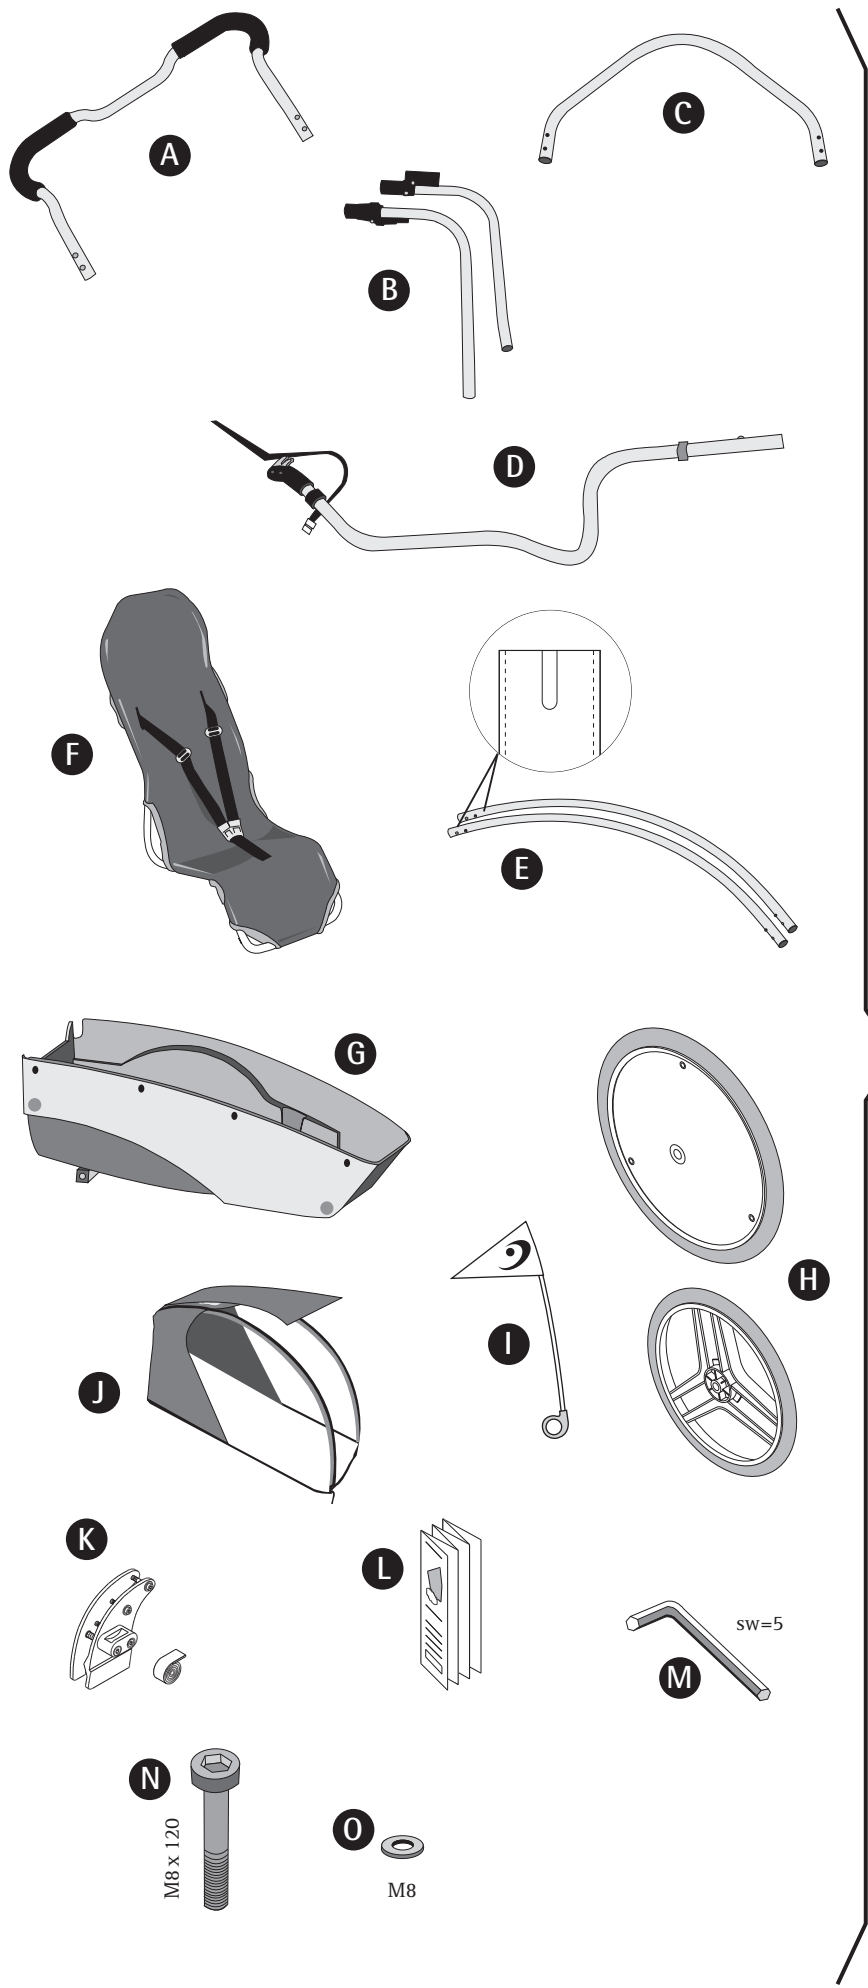

Abb. 1
## Lieferumfang (Abb. 1)
- 1 Bereiten Sie das Dach (J) wie abgebildet vor und öffnen Sie die Reissverschlüsse. Nehmen Sie danach die Dachbögen (E) und führen in die auf der Innenseite dafür vorgesehenen Textilschläuche ein. Die eingefräste Kerbe am Dachbogenrohr muss unbedingt oben sein. (Abb. 1)
- 2 Schieben Sie nun die Enden des Dachbogens in das dafür vorgesehene Ende des Dachverbinders, welcher sich an der vormontierten Dachstrebe (C) und den Heckverstrebrungen (B) befindet. Lassen Sie die Snap-Buttons einrasten.